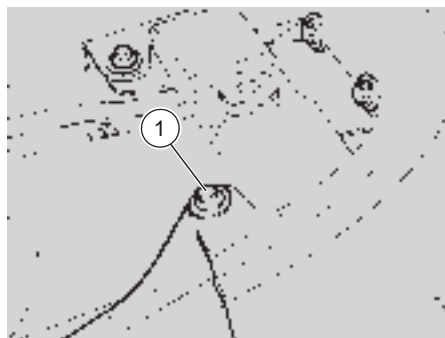

Fig. 45
### **RIMOZIONE FIANCATINE LATERALI (Fig. 45- 46)**
- ◆ Togliere la vite (1 - Fig. 45).